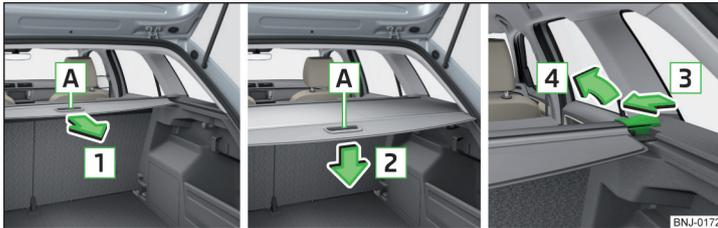

Abb. 97 Aufrollbare Abdeckung: herausziehen / aufrollen / herausnehmen
- Zum **Herausziehen** die Abdeckung am Griff **A** fassen und in Pfeilrichtung **1** bis zum Anschlag herausziehen, bis diese hörbar einrastet » Abb. 97.
- Zum **Einbauen** die aufrollbare Gepäckraumabdeckung herausnehmen » Abb. 97 auf Seite 83 oder die Rücksitzlehnen vorklappen » Seite 66.